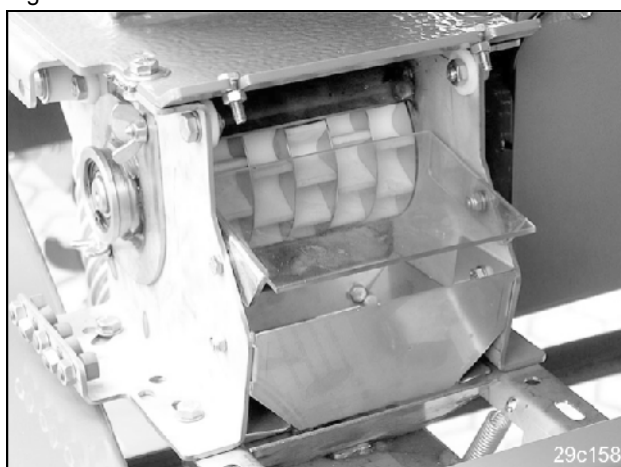

Fig. 72
- Figura (Fig. 72) arată vana glisantă închisă.